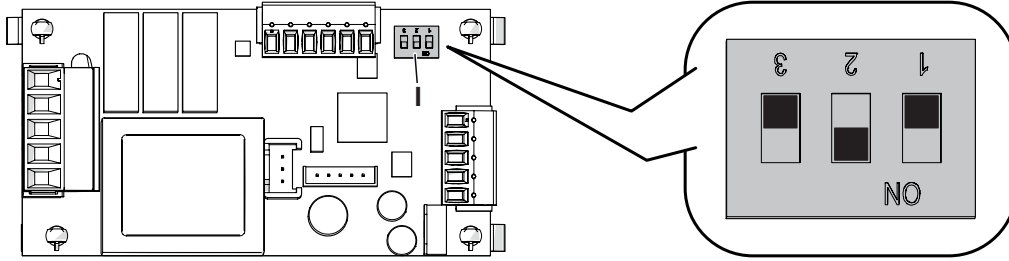

Figura 2.48
- Posizionare i DIP Switch (I) come indicato in Figura 2.48.